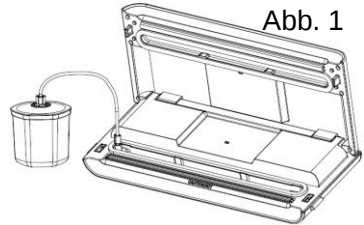

Abb. 1
3. Öffnen Sie die Deckelklappe des Geräts. Schließen Sie ein Ende des Schlauchs an die Absaugöffnung der Vakuumpumme und das andere Ende des Schlauchs an das Ventil bzw. die Öffnung im Deckel des Behälters. Sorgen Sie dafür, dass das Ventil am Deckel des Behälters auf die Position „Schweißen“ („SEAL“) gedreht ist (Abb. 1 und 2).